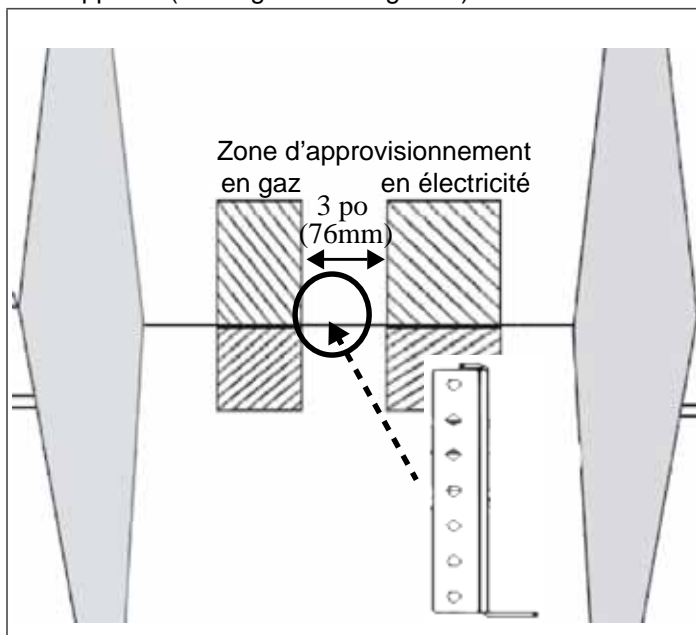
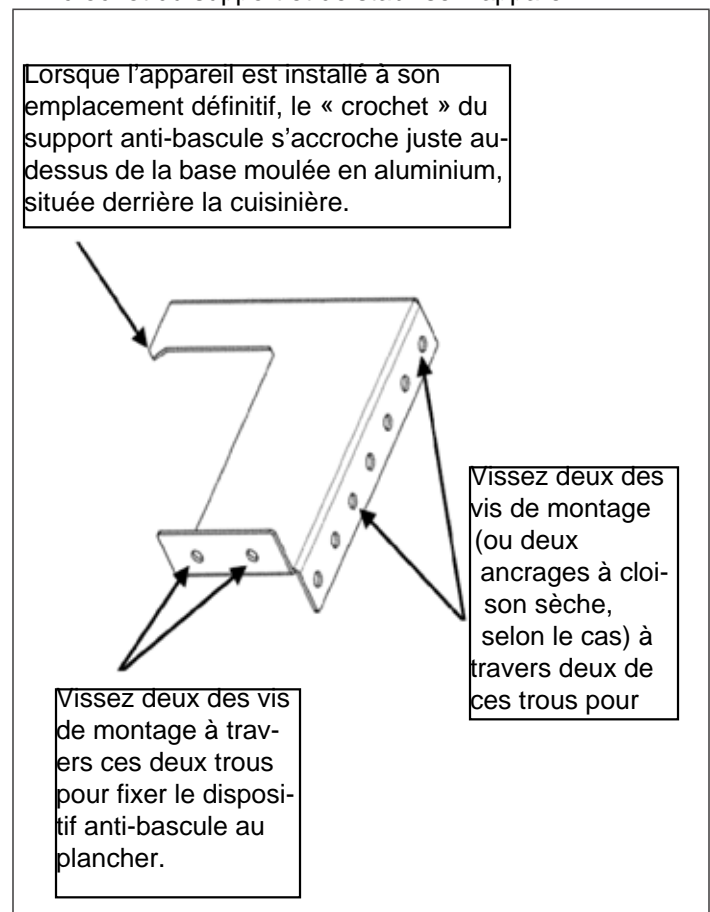

Figure 8: Emplacement pour le montage du support anti-basculé
Figure 9: Support anti-basculé
- Dans tous les cas, vous devez utiliser au moins deux vis de montage pour fixer le support anti-basculé au plancher, ou deux vis de montage (ou ancrages pour cloison sèche) pour le fixer au mur situé derrière l'appareil (voir Figure 8 et Figure 9).
2. Placez le support sur le plancher près du centre de l'endroit où l'appareil sera installé (illustré sur la Figure 8).